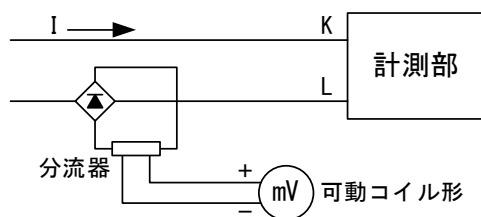

図14. 電流値の測定例
7. 故障点標定装置は原則的に平均値計測動作ですので、SPなど試験電源の波形が歪んでいる箇所では、工場でのデータと若干相違することがあり、標定異常を誤認される場合があります。これを避けるため、電圧計・電流計は整流形のメータを御使用ください。整流形のメータをお持ちでない場合は、電流回路だけでも図14の回路として、流れる電流はメータの表示×1.11(正弦波の波形率)として誤差を計算して下さい。